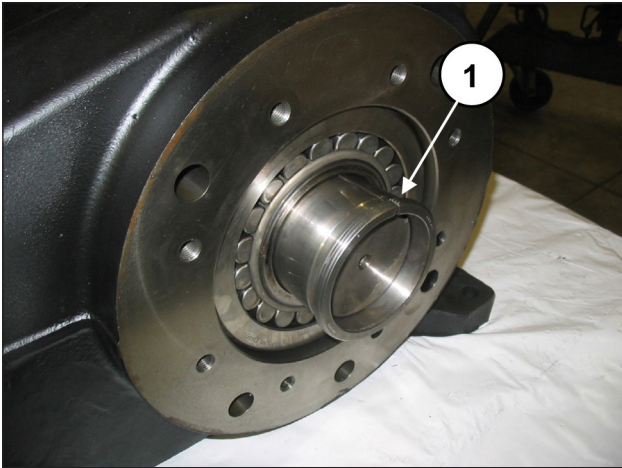

Abb. 44
Setzen Sie Druckbuchse von Hand ein, um die Ausrichtung der Welle zu gewährleisten (Pos. ①, Abb. 44).